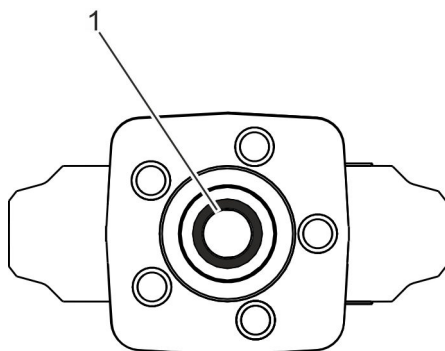

Fig. 8 : Retrait de la bague d'étanchéité
6. ➤ Retirer la bague d'étanchéité (Fig. 8 /1) du carter.